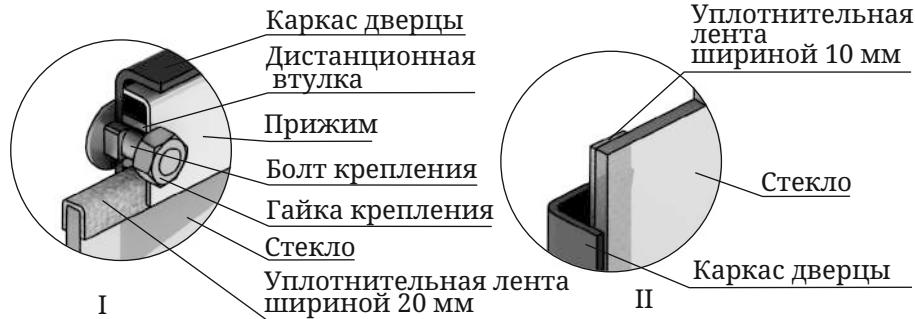

Рисунок 7. Крепление светорозрачного экрана дверцы модификации «Люмина»
Если на нем нет уплотняющих лент, наклейте их, лента шириной 20 мм наклеивается сверху и снизу стекла «П» — образно (рисунок 7. I), лента шириной 10 мм наклеивается вертикально, вдоль боковых сторон стекла (рисунок 7. II).
4. Вставьте стекло в упор, при этом лента, наклеенная с боковых сторон (вертикальная) должна быть зажата между стеклом и каркасом дверцы (рисунок 7. II).
Внимание! Гайки, фиксирующие прижим, накручиваются на болты крепления через дистанционные втулки (рисунок 7. I).